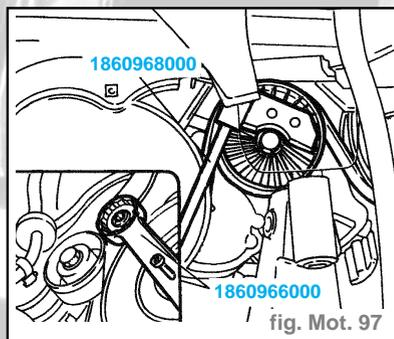

fig. Mot. 97
- Pour la repose de la courroie d'organes auxiliaires, placer sur le galet mobile (non bloqué), en regard des orifices prévus à cet effet, l'outil 1860968000 ; tourner le levier et tendre la courroie. Bloquer dans cette position le boulon de fixation du galet mobile. Dévisser la vis de blocage de la clé 1860966000 (voir ci-contre) puis remettre en place la vis de fixation de la poulie d'organes auxiliaires. Le ressort préparé du tendeur automatique garantira une tension correcte de la courroie (fig. Mot. 97).